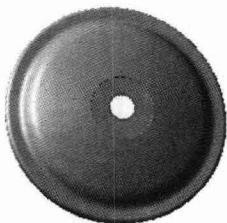

图 1.14 孔 1
(5) 定义冲压类型。在 **Type:** 下拉列表中选择 **Punch** 选项。
(6) 定义冲压模具。在特征树中选取 **模具** 为冲压模具。
(7) 定义圆角参数。在 **Fillet** 区域取消选中  **No fillet** 复选框，并在 **R1radius:** 文本框中输入半径值为 6.0。
(8) 定义冲压模具的位置。在 **Position on wall** 区域选中  **Position on context** 复选框。
(9) 单击 **确定** 按钮，完成用户冲压 1 的创建。
Step7. 创建图 1.14 所示孔切削特征——孔 1。选择下拉菜单 **插入** → **Cutting** →